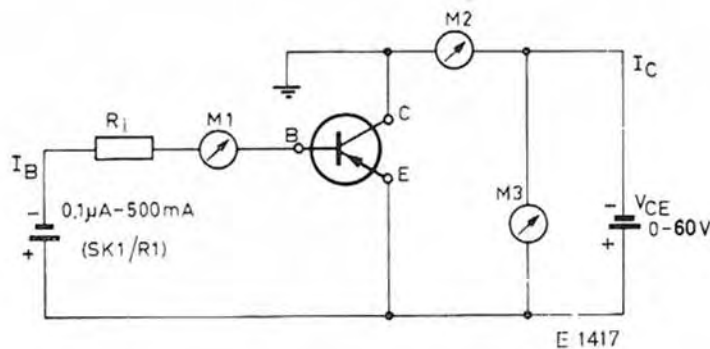

Fig. 23. Schéma pour l'établissement de la caractéristique de $I_C = f(I_B)$
E. ETABLISSEMENT DE LA CARACTERISTIQUE DE $I_C = f(I_B)$ (fig. 23)